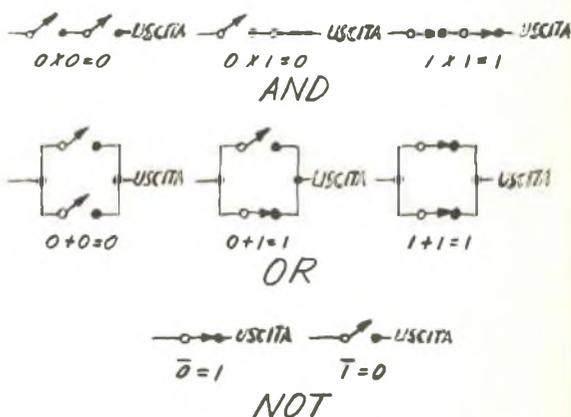
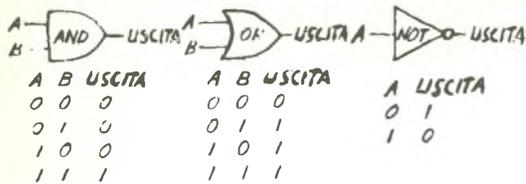

Fig. 1 - Commutatori collegati in modo da illustrare tre funzioni elettroniche numeriche basilari.
Fig. 2 - Rappresentazione dei simboli AND, OR, NOT con le relative tabelle della verità.
Forse il mezzo migliore per conoscere a fondo il FET consiste nel provarlo in alcuni montaggi pratici. Nella fig. 1 e nella fig. 2 sono illustrati alcuni utili circuiti, facili da costruire, impieganti FET a giunzione; essi sono stati tratti da un bollettino tecnico pubblicato alcuni anni fa dalla Siliconix. In tutti questi circuiti, i resistori sono da 1/4 W o 1/2 W, mentre i condensatori possono essere ceramici, a mica oppure di plastica o tubolari a carta, eccetto nei casi in cui vengono
Adatto per l'uso come primo stadio di un trasmettitore, come generatore marker e in simili applicazioni, l'oscillatore controllato a cristallo con FET della fig. 1-a richiede un numero limitato di componenti. Il progetto originale specificava per Q1 un 2N2608, un cristallo da 1 MHz e una tensione di alimentazione di 22 V c.c. Può essere montato su una basetta perforata, su un circuito stampato e persino su un piccolo telaio effettuando i collegamenti da punto a punto.
Con controlli degli alti e dei bassi separati, il circuito di controllo dei toni illustrato nella *fig. 1-b* può essere usato con qualsiasi amplificatore audio, giradischi, registratori o sistemi di amplificazione. A seconda delle applicazioni, può essere montato come controllo separato o incorporato in un amplificatore. Ad eccezione di R4 (controllo degli alti), nel progetto vengono usati componenti normali. Come nel circuito precedente, deve essere usata un'alimentazione di 22 V c.c. e per Q1 viene impiegato un transistoro tipo 2N2843.
Le suddette definizioni possono essere evidenziate, oppure materializzate, con interruttori opportunamente collegati fra loro, come illustrato nella fig. 1, in cui è possibile verificare l'identità tra circuiti elettrici e relazioni matematiche. Queste relazioni sono normalmente riportate su una tabella detta della "VERITA'", come illustrato nella fig. 2.
**Simboli logici** - Le asserzioni della logica booleana possono essere dichiarate scrivendole semplicemente su carta, usando simboli alfabetici che corrispondano alle condizioni di "vero" e di "falso". Gli schemi logici elettronici, tuttavia, sono molto più facili da progettare e da interpretare se si presenta una specie di schema a blocchi del circuito. Per questa ragione, per le tre funzioni logiche basilari sono stati adottati simboli di blocchi logici standard. Questi simboli sono rappresentati nella fig. 2.
**Circuiti logici pratici** - La fig. 1 dimostra come, per effettuare ciascuna funzione logica basilare, possono essere usati semplici circuiti di commutazione. Tuttavia, nei sistemi veri non è in genere pratico impiegare commutatori; si impiegano invece transistori, raddrizzatori controllati al silicio, diodi a tunnel od altri commutatori a stato solido.